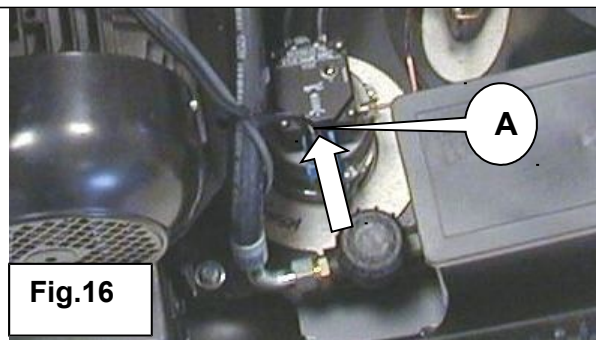

Fig.16
**Pulire il filtro della pompa combustibile.** Togliere il cofano della macchina, avvicinarsi alla pompa fig. 16 pos. A sul lato del simbolo filtro e con una chiave a brugola di 4 mm estrarre il filtro di plastica. Pulire il filtro con un leggero getto di aria e rimontarlo nella posizione originale. Se necessita sostituirlo.